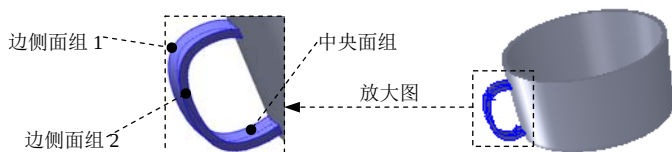

图 3.29.13 圆角 3
Step11. 创建图 3.29.13 所示的零件特征——圆角 3。参照 Step10 的操作步骤创建图 3.29.13 所示的圆角 3。